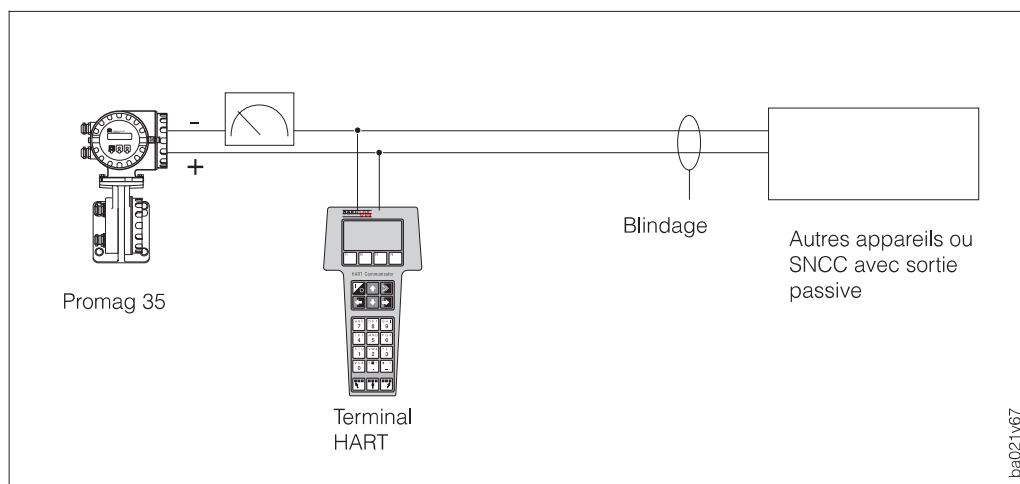

Fig. 40
- Raccordement via le câble de signal analogique 4...20 mA de la sortie courant, voir fig. 40